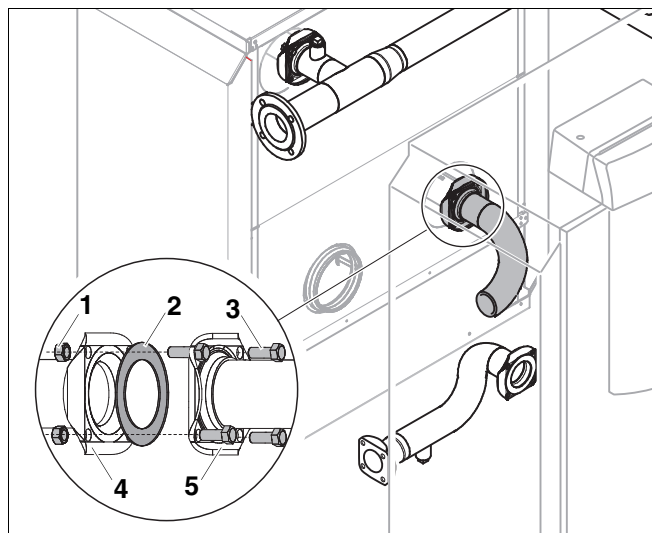

Fig. 10 Montaggio del tubo di ritorno sulla seconda caldaia
- Disporre la guarnizione (fig. 10, [2]) sul ritorno della seconda caldaia.
- Avvitare la flangia del tubo di ritorno (fig. 10, [5]) sulla flangia del ritorno (fig. 10, [4]) della seconda caldaia servendosi di quattro viti (fig. 10, [3]) e dadi (fig. 10, [1]).